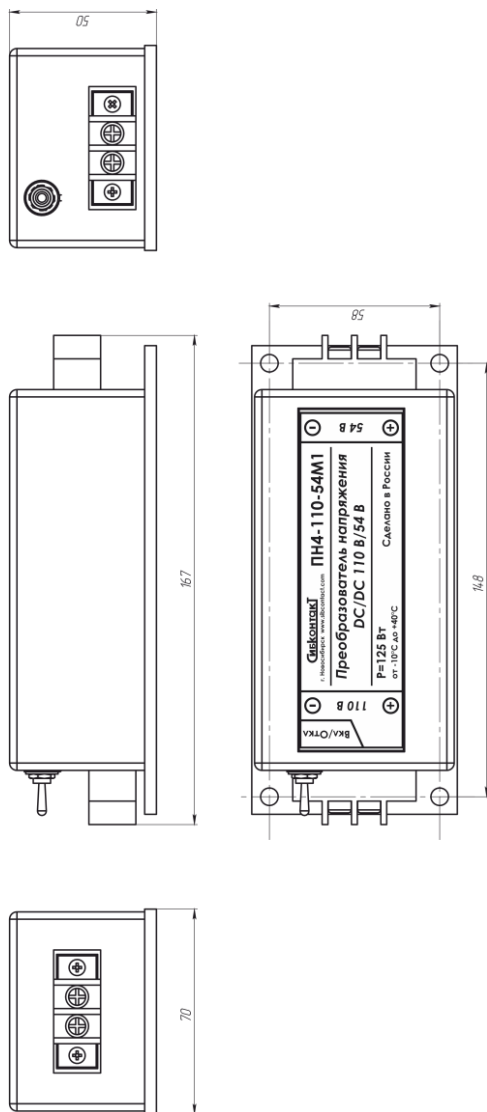

Рисунок 1 Внешний вид преобразователя
4.1 Конструктивно преобразователь напряжения состоит из следующих основных элементов (см. Рисунок 1):